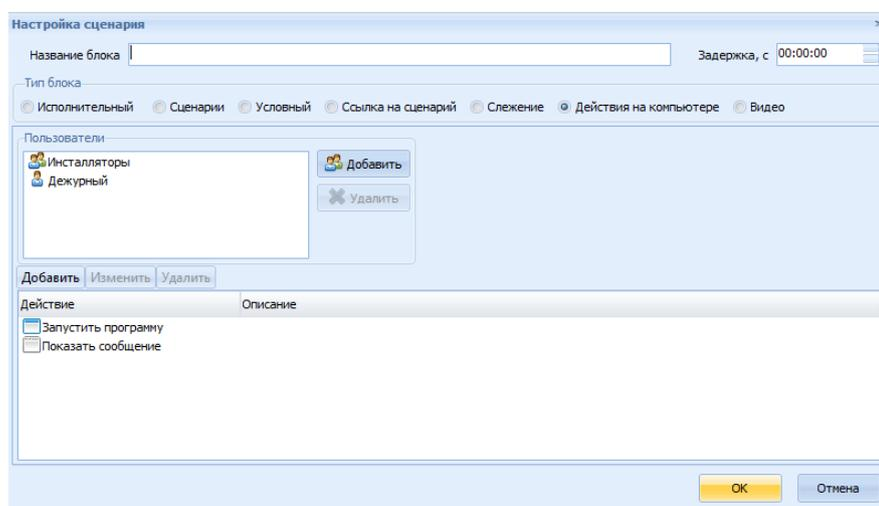

Рис. 39 Окно **Настройка сценария**, блок **Действие на компьютере**
- 3) в окне **Настройка сценария** в поле **Пользователи** нажать кнопку **Добавить** (Рис. 39),